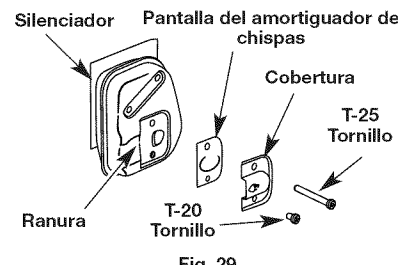

Fig. 29
1. Quite los dos (6) Tornillos de encima de la tapa del motor con un destornillador de pala o Torx #25 (Fig. 29).
4. Saque la cubierta del motor (Fig. 29).
1. Apague el motor y espere que se enfríe. Retire los seis (6) tornillos de la parte posterior de la tapa del motor con destornillador de cabeza plana o Torx No. T-25 (Fig. 29).